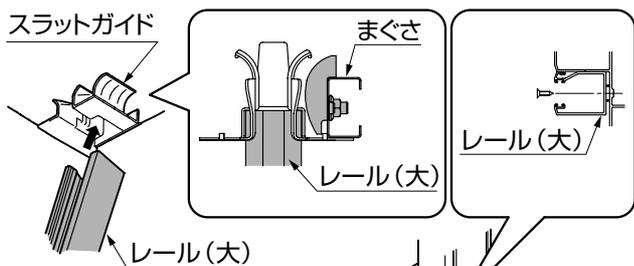

図8-3
- ①レール(大)をブラケットのスラットガイド部に斜め下方向から差込んでください。(図8-3参照)